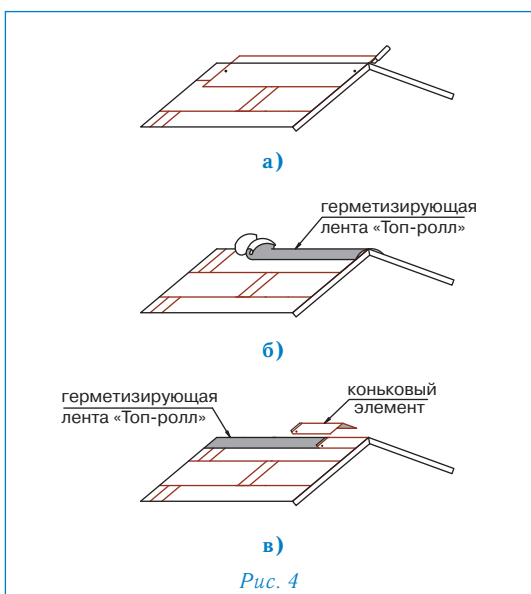

Рис. 4
Конек (рис. 4)
- верхний ряд черепицы ПРЕСТИЖ КОМПАКТ доводится до линии конька (ребра), выступающие части листов обрезаются (рис. 4а);
- линии коньков и ребер герметизируются специальной самоклеящейся лентой «Топ-ролл» (рис. 4б);
- далее устанавливаются внахлест специальные коньковые элементы (направление укладки по преимущественному направлению ветра). Каждый коньковый элемент плотно прижимается к основанию кровли и фиксируется двумя гвоздями из нержавеющей стали длиной 35 мм, которые перекрываются следующим коньковым элементом (рис. 4в).